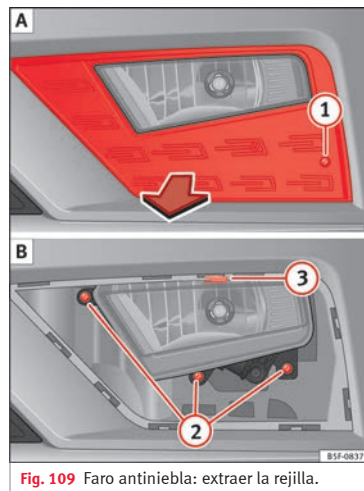
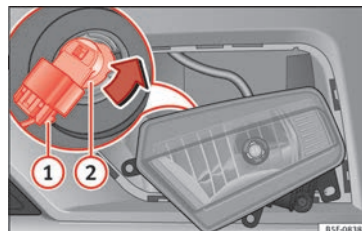

Fig. 109 Faro antiniebla: extraer la rejilla.
Fig. 110 Faro antiniebla: desmontar el portalámparas
1. Retire el tornillo » fig. 109 (1) [A] de la rejilla del faro antiniebla utilizando un destornillador y extraiga la rejilla.
2. Retire los 3 tornillos » fig. 109 (2) [B].
3. Retire la grapa metálica situada en la parte superior del faro antiniebla tirando hacia el exterior del vehículo (3) [B] y extraiga el faro antiniebla.
4. Extraiga el conector » fig. 110 (1) de la lámpara.
5. Gire el portalámparas (2) a la izquierda y tire.